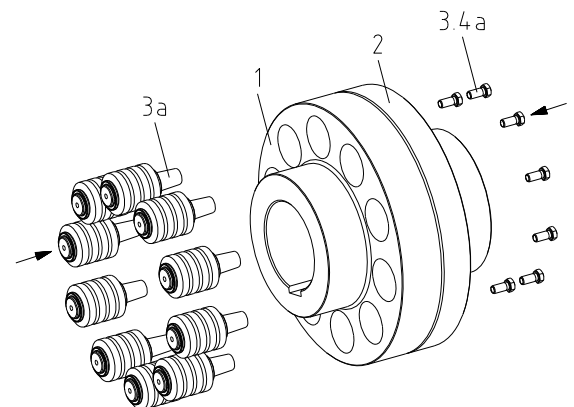

Bild 12
- Setzen Sie die Bolzen (Bauteil 3a) in die Nabe Teil 1 (Bauteil 1) ein (siehe Bild 12).
- Verschrauben Sie die Bolzen mit den Sechskantschrauben (Bauteil 3.4a) und ziehen diese mit einem Drehmomentschlüssel gleichmäßig auf die in Tabelle 2 angegebenen Anziehdrehmomente an (siehe Bild 12).